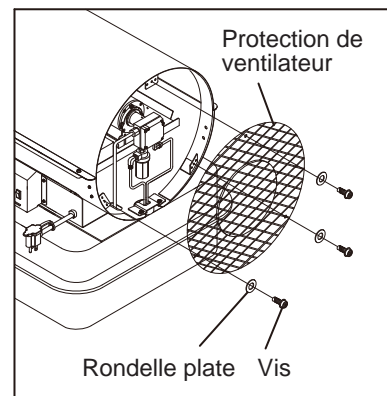

Figure 13. Démontez la protection du ventilateur
- Déposer la protection du ventilateur (voir la Figure 13).
- Utiliser une clé de 3/8 po et serrer la canalisation de carburant (B) au niveau de la pompe et de son filtre à carburant.